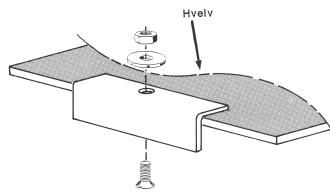

Fig. 2 Montering vedbegrenser
10. Skru ildromsbegrenseren (den blanke plata med vinkel) fast i forkant av hvelvplata. Hvelvplata skyves mot bakveggen (se fig. 2).